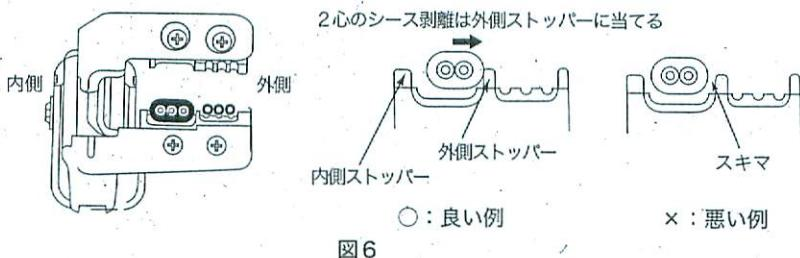

図6
- 1) 2心のシース剥離時には、確実に外側のストップバーに当てて、セットしてください（図6）。外側のストップバーに当てずにセットすると、シースが伸びて剥離できない場合があります。